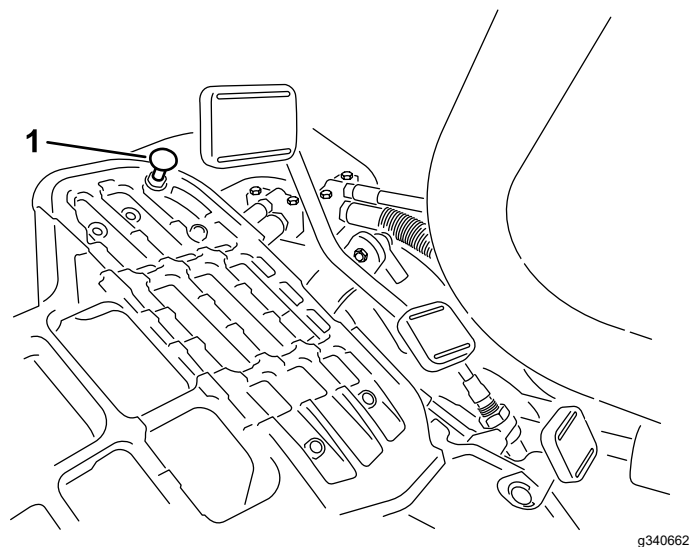

Figura 45
Pentru a obține viteza maximă de transport, deplasezi maneta de control al funcționării în poziia TRANSPORT i apăsați pedala de traciune. Dacă pedala intră în contact cu opritorul (Figura 45) înainte de a simți tensionare în cablu, efectuați următoarea procedură de reglare:
- Deplasezi maneta de control al funcționării în poziia TRANSPORT i slăbii contrapiulia care fixează opritorul pedalei la placa de podea (Figura 45).